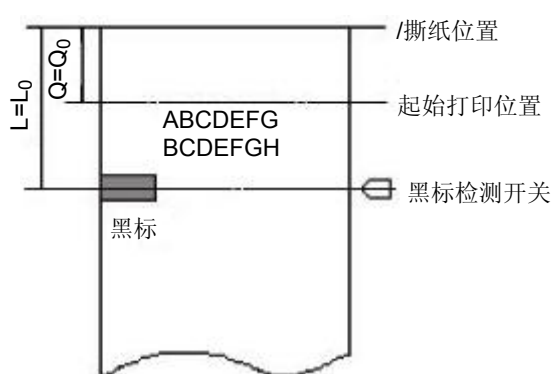

图 2
1. 当撕纸位置到黑标印刷位置的距离 L 与打印机构的固有机械值 L_0 相同，而且撕纸位置到起始打印位置的距离 Q 与打印机构固定的机械值 Q_0 相同时（如图 2 所示），即用 GS（F 命令所设置的偏移量均为 0。